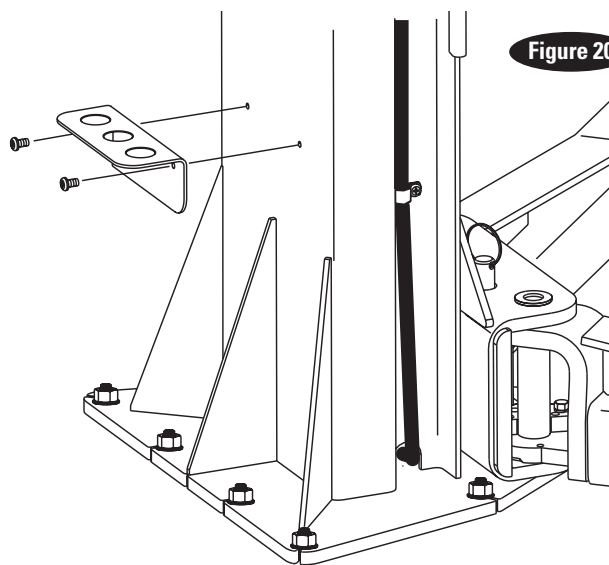

Figure 20
**d'adaptateur :** Installez les supports comme illustré, Figure 20, en utilisant Vis M8 × 10 mm à tête cylindrique cruciforme (PHMS) (5/16"-18NC x 3/8").